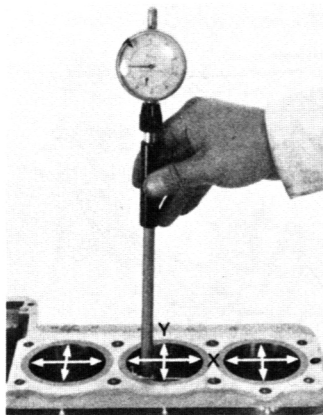

Bild 50
Die Zylinderbohrungen auf Abnutzung oder Beschädigung überprüfen. Den Zylinder-Innendurchmesser in drei Höhen entlang der X- und Y-Achse mit einer Innenmessuhr messen (Bild 50).
- Den Kolben-Aussendurchmesser am Kolbenmantel messen, 10 mm von der Unterkante entfernt. Den Abstand zwischen Zylinder und Kolben berechnen (Zylindermessung siehe Bild 50 und Kapitel 2.4.2). Die Verschleissgrenze beträgt 64,40 mm.